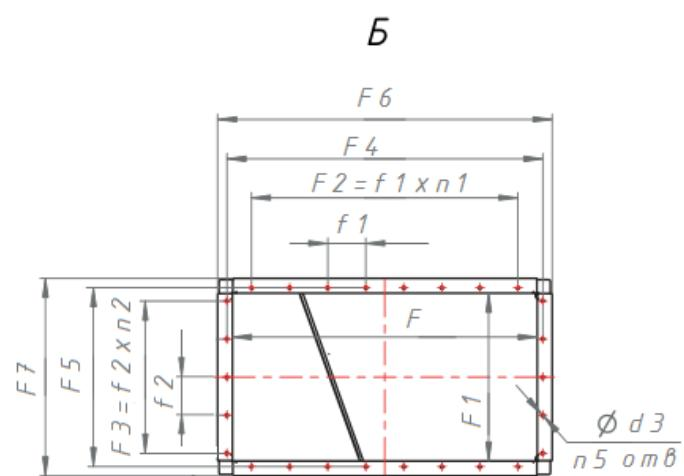

Рисунок 1. Габаритные, присоединительные размеры и общий вид вентиляторов RAD-ДУ
1.2.2. Устройство вентиляторов, габаритные, присоединительные и установочные размеры вентиляторов указаны на рис. 1, рис. 2, табл. 1, табл. 2.